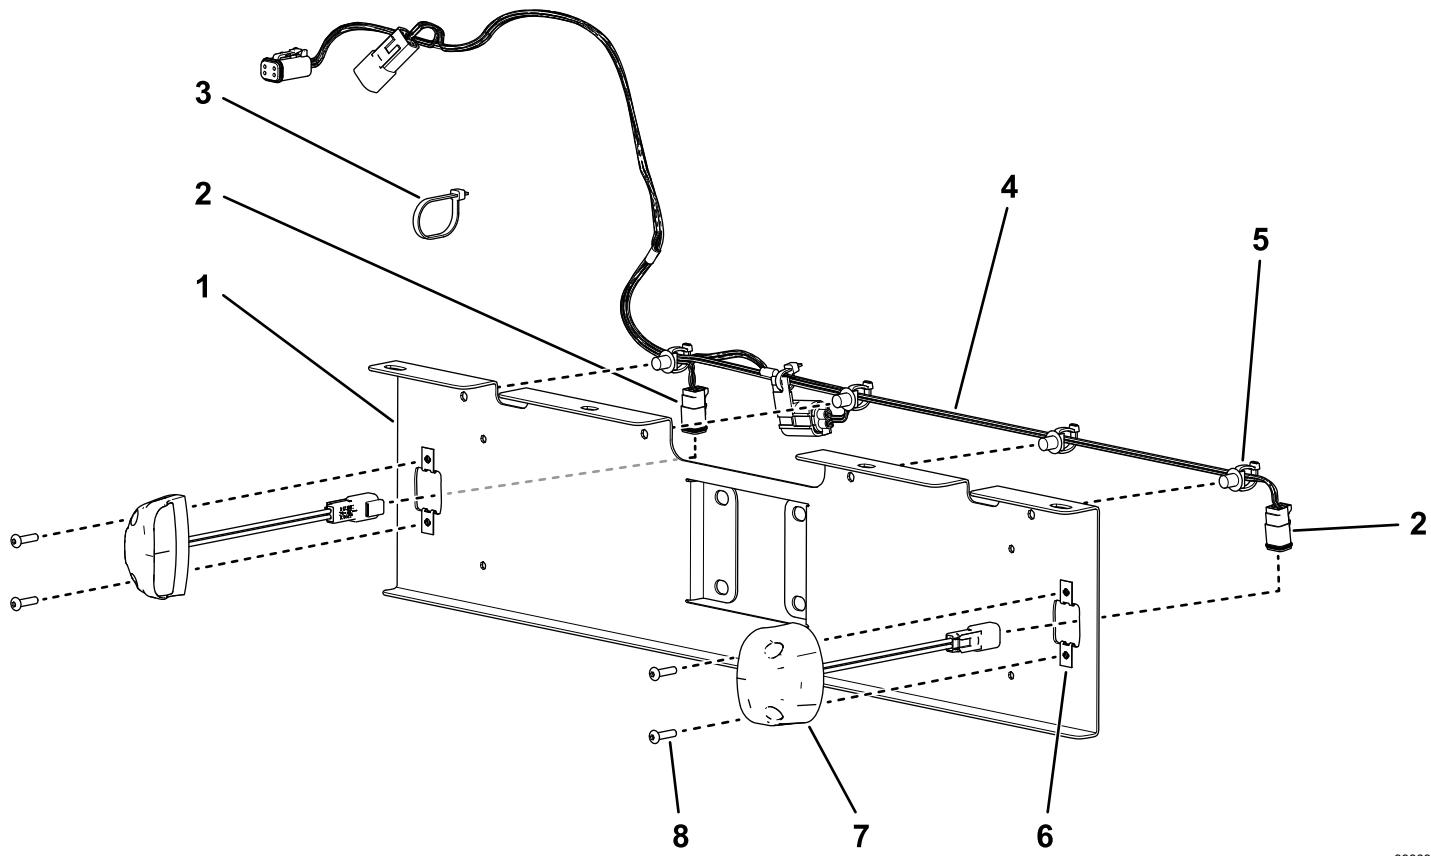

Figure 1
1. Acheminez le faisceau d'éclairage de la plaque d'immatriculation le long du haut du support de plaque d'immatriculation en gardant les 2 grands connecteurs et le fusible du côté gauche (Figure 1).
2. Fixez le faisceau au support en poussant les 4 fixations enfichables du faisceau dans les trous correspondants du support (Figure 1).
3. Faites passer les connecteurs des lampes de la plaque d'immatriculation dans les grands trous à chaque bout du support et branchez-les aux 2 lampes (Figure 1).
4. Fixez les lampes sur le support à l'aide de 4 boulons à tête hexagonale creuse (n° 10 x 1") et 4 écrous à clip, comme montré à la Figure 1.